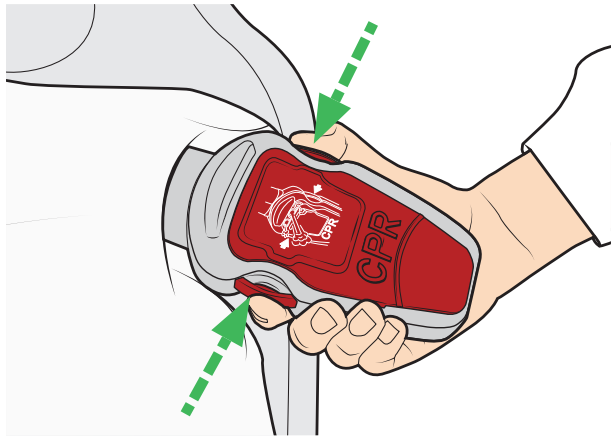

図 25
1. 両方の CPR リリースボタンを同時に押します。図 25 を参照してください